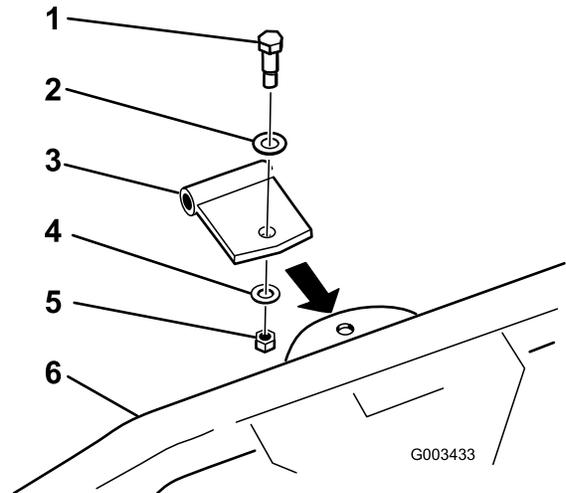

Figura 13
2. Fissate la staffa orientabile dritta sul rastrello a molle con un bullone di spallamento, la rondella da 0,531 x 1,063 poll., la rondella da 0,469 x 0,922 poll. e il dado di bloccaggio da 7/16 poll., come illustrato nella Figura 13.